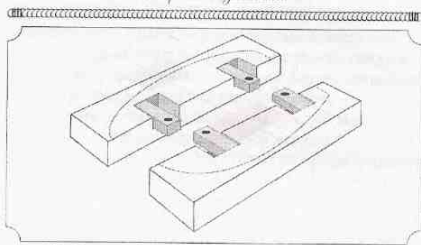

Рис. 17. Приклеивают вкладыши. В них сверлят отверстия под основные штыри
3. Приклеивают вкладыши. В них сверлят отверстия под основные штыри (Рис. 17).